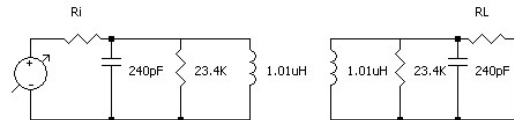

図 34 電源と負荷を含めた回路構成
■電源と負荷 さて，結合した共振器を通じて電力を伝送するには，図 34 のように一方の共振器に電源を接続し，他方の共振器に負荷を接続しなければなりません．